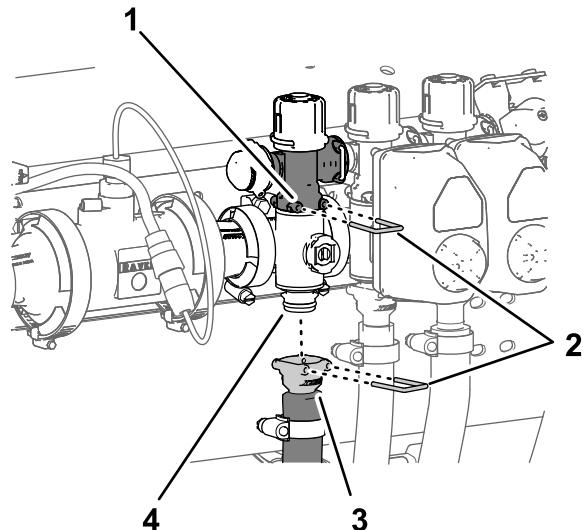

Рисунок 110
1. Снимите штифт быстроразъемного соединения, который крепит быстроразъемный соединитель перепускного клапана секции к коллекторному клапану секции (Рисунок 110).
2. Снимите штифт быстроразъемного соединения, который крепит быстроразъемный соединитель шланга подачи секции к коллектору быстроразъемного штуцера на коллекторном клапане секции (Рисунок 110).